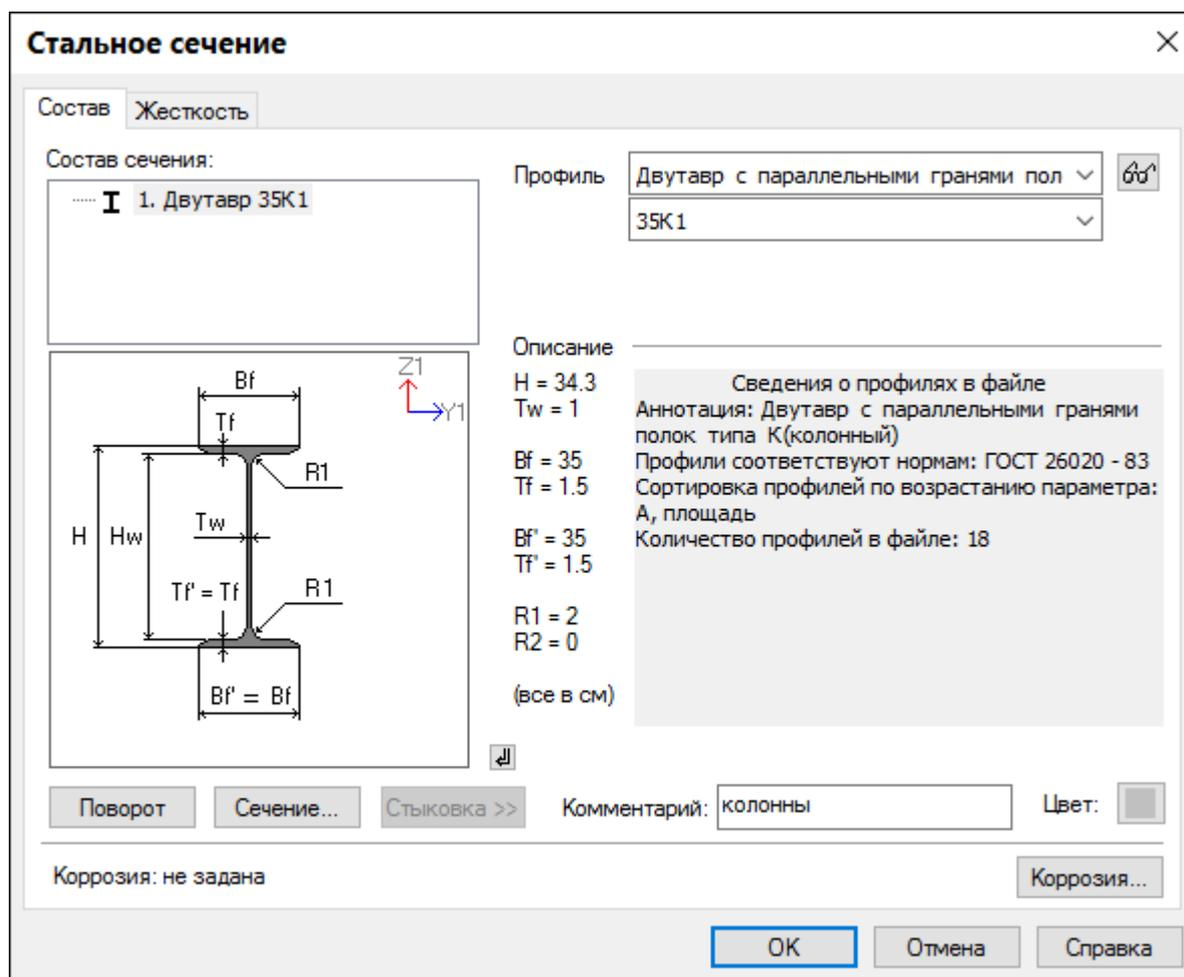

Рис.12.13. Диалоговое окно **Стальное сечение**
- В диалоговом окне **Стальное сечение** (рис.12.13) задайте параметры сечения **Двутавр**: